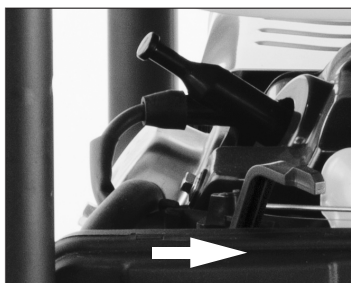

рис. 12
- 8.2. Запуск с помощью ручного стартера. Поставьте рычаг привода воздушной заслонки в положение «Закрыто» (рис. 9). Установите ключ зажигания в положение «ВКЛ» (рис. 10). Медленно вытащите шнур ручного стартера, а затем быстро потяните его (рис. 11). По мере прогрева двигателя постепенно переведите рычаг воздушной заслонки в положение «Открыто» (рис. 12).